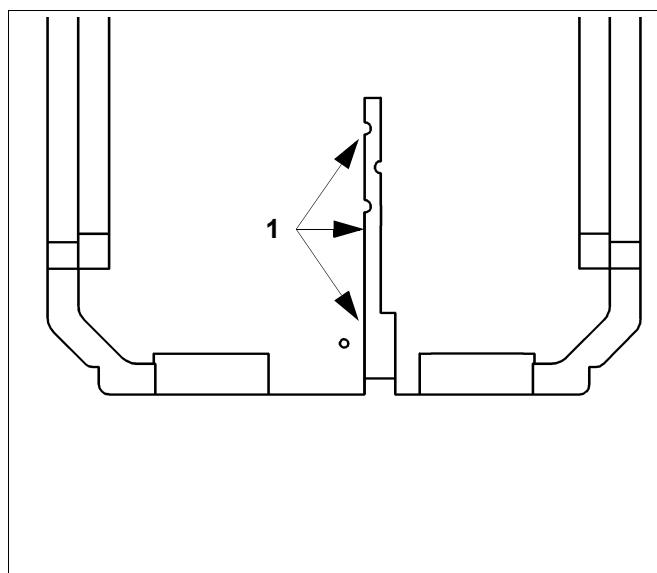

Рис. 6 Задний теплоизоляционный элемент
- Электрические провода проложить в кабельном вводе (Рис. 6, **поз. 1**) заднего теплоизоляционного элемента и вывести назад.